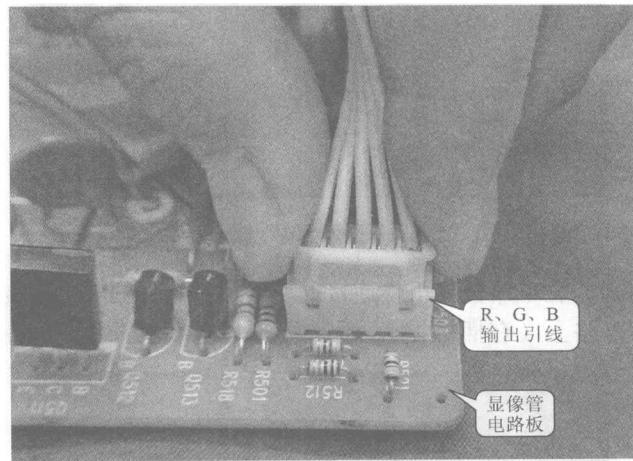

图 1-16 R、G、B 输出引线 P503 的拆卸
④ 最后卸下 R、G、B 输出引线（P503），P503 插槽端在显像管电路板上，拆卸方法如图 1-16 所示。